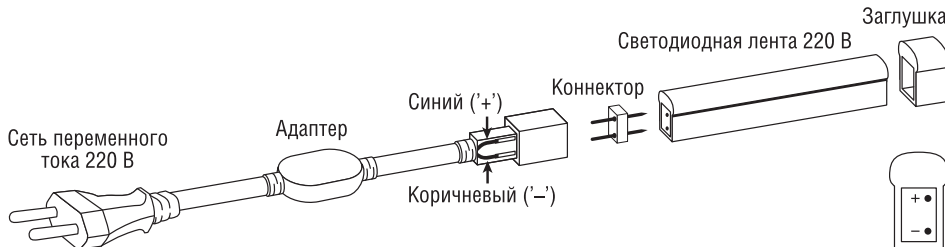

Рис. 1. Подключение светодиодной ленты 2835-220V-NEONLED.
- Для обеспечения работы светодиодной ленты NLS-2835-IP67-220V-NEONLED необходимо использовать преобразователь сетевого напряжения NLS-power cord-2835-220V-NEONLED. Подключение источника питания осуществляется по схеме, изображенной на Рис. 1. Подключите светодиодную ленту строго соблюдая полярность в соответствии с ключом, как показано на Рис. 1. **Внимание!** Подключать нагрузку только при отключенном питании.